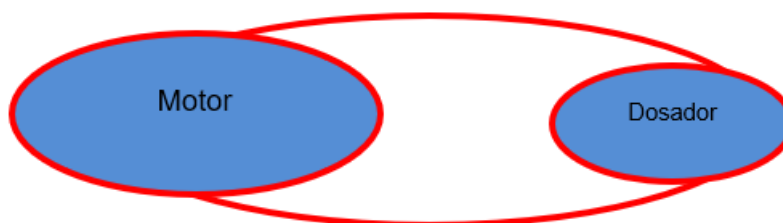

Figura 19 - Sistema de relação de engrenagens
E) Relação de transmissão: Configuração utilizada quando o motor não está acoplado diretamente ao eixo do dosador de sementes e existe uma relação de polias ou engrenagem entre eles, Figura 19.